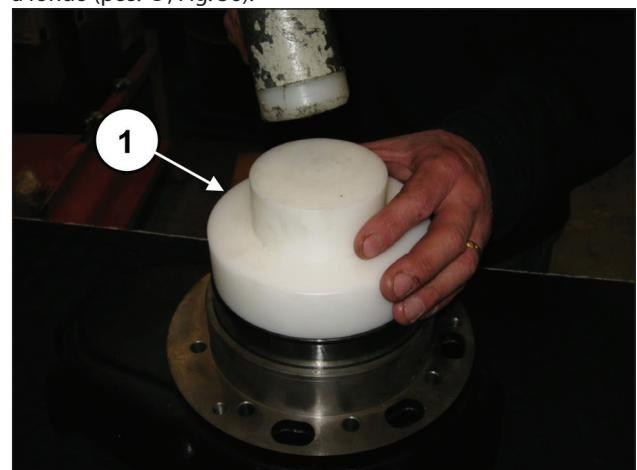
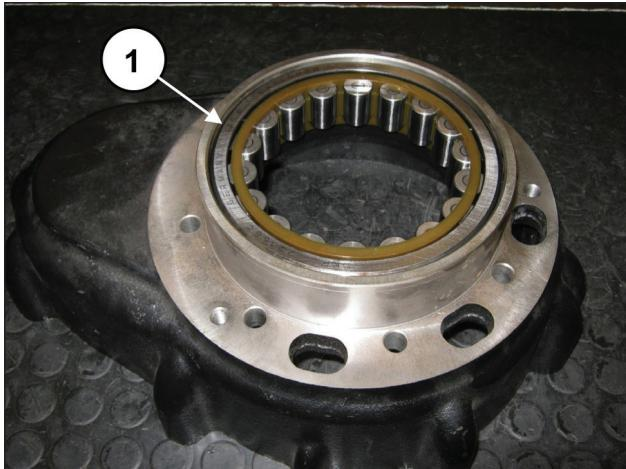

Fig. 55
Fig. 56
Desde el lado opuesto de la caja del reduktor, premontar la anilla externa del cojinete del eje acodado utilizando la herramienta cód. 27605000, (pos. ①, Fig. 55) para introducirla a fondo (pos. ①, Fig. 56).